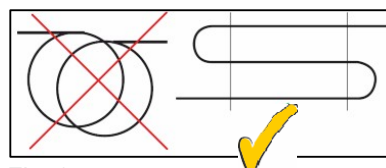

Fig. 15
**IMPORTANTE:** El cable sobrante no debe enrollarse en una bobina, sino colocarse en eslingas. (Fig. 15)